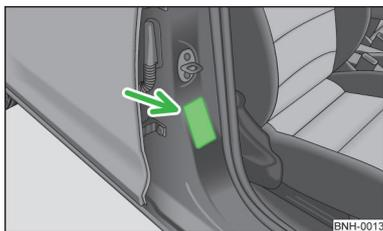

Fig. 87
- L'autocollant qui se trouve sur le montant B côté passager avant attire votre attention à ce sujet » fig. 87. L'autocollant est visible dès que la portière du passager avant est ouverte. L'autocollant est aussi placé sur le pare-soleil du passager avant dans certains pays.